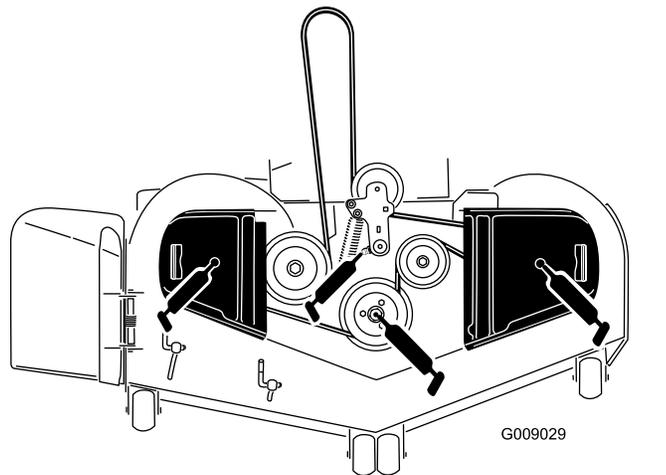

Figura 46
5. Lubrificare il perno della puleggia tendicinghia del piatto di taglio finché non fuoriesce grasso dalla parte inferiore (Figura 46).
6. Ingrassare i 3 cuscinetti del fusello finché il grasso non fuoriesce dalle guarnizioni inferiori (Figura 46).
- Lubrificate il braccio di rinvio della cinghia di trasmissione (Figura 46).